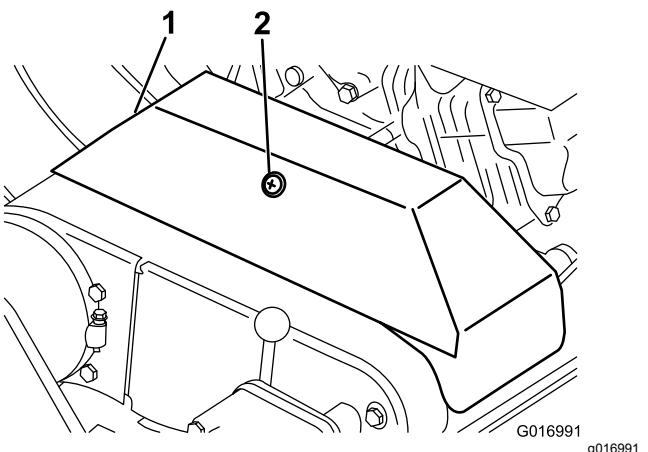

Figure 46
- Desserrez la fixation du couvercle de la courroie trapézoïdale et ouvrez le couvercle (**Figure 46**).
2. Desserrez la fixation du couvercle de la courroie trapézoïdale et ouvrez le couvercle (Figure 46).